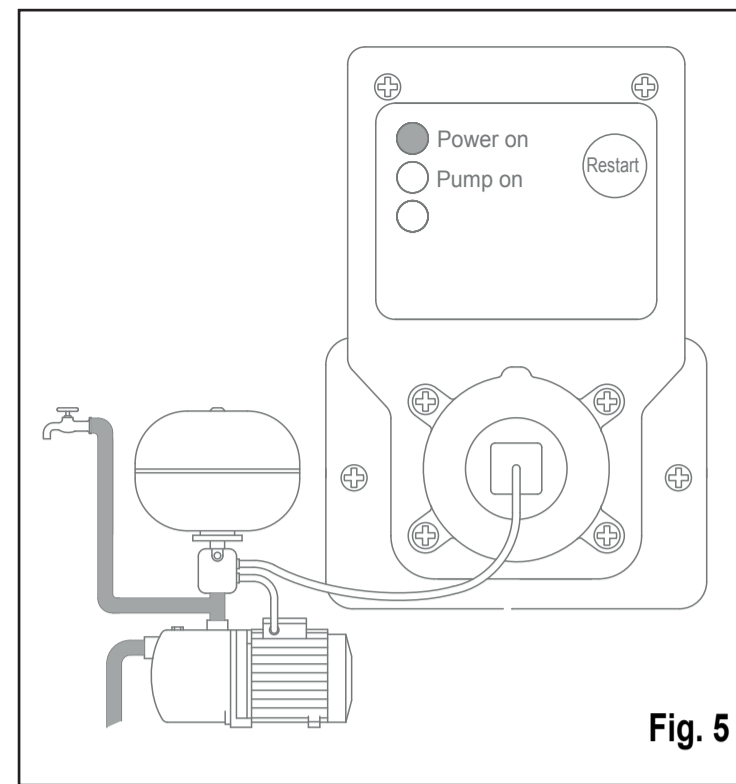

Fig. 5
- Close the tap and wait for the pump to stop (Figure 5).
- Fermer l'utilisation et attendre que la pompe s'arrête (Fig. 5).
- Schließen Sie die Anwendung und warten Sie, bis die Pumpe ausgeht (Abb. 5). Jetzt kann die Anlage normal verwendet werden.
- Закройте водопроводный кран и убедитесь, что насос выключится (рис.5). Теперь система готова к использованию.